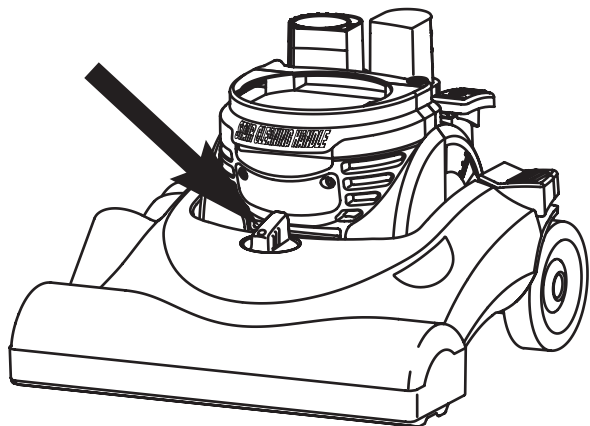

FIG. 14
Step 5: Cleaner Height Setting (some models only). Use the knob on the hood (FIG. 14) to raise or lower the cleaner's base to match the type of floor surface. With the cleaner cord unplugged, set the adjustment to the lowest setting for maximum carpet cleaning. **If the cleaner is difficult to push, adjust to the next highest setting until the cleaner is comfortable to push.** The brush roll must reach the carpet for effective cleaning. For ease in moving the adjustment knob, place handle in operating position and tilt cleaner back to remove weight from front wheels.
Réglage de hauteur de l'aspirateur (certains modèles seulement). Utilisez la molette sur le capot (FIG. 14) pour relever ou abaisser la base de l'aspirateur pour qu'elle corresponde au type de surface du sol. Avec le cordon de l'aspirateur déprisé, régler sur la position la plus basse pour un nettoyage maximum de la moquette. **Si l'aspirateur est difficile à pousser, passer au réglage supérieur et ainsi de suite jusqu'à ce qu'on puisse pousser l'aspirateur confortablement.** La brosse rotative doit être en contact avec la moquette pour un nettoyage efficace. Pour faciliter le déplacement de la molette de réglage, placer le manche dans la position de service et incliner l'aspirateur vers l'arrière pour soulager le poids des roues avant.
Paso 5: Ajuste de altura de la aspiradora (sólo en algunos modelos). Use la perilla de la cubierta (FIG. 14) para levantar o bajar la base de la aspiradora a fin de adaptarla al tipo de superficie del piso. Con el cable de la aspiradora desenchufado, elija la altura más baja para una limpieza más a fondo de la alfombra. **Si se hace difícil empujarla, mueva el ajuste al valor próximo más alto hasta que la aspiradora se pueda empujar con comodidad.** El cepillo giratorio debe alcanzar la alfombra para lograr una limpieza efectiva. Para mover la perilla de ajuste más fácilmente, coloque el mango en la posición de funcionamiento e incline la aspiradora hacia atrás para aliviar de peso las ruedas delanteras.